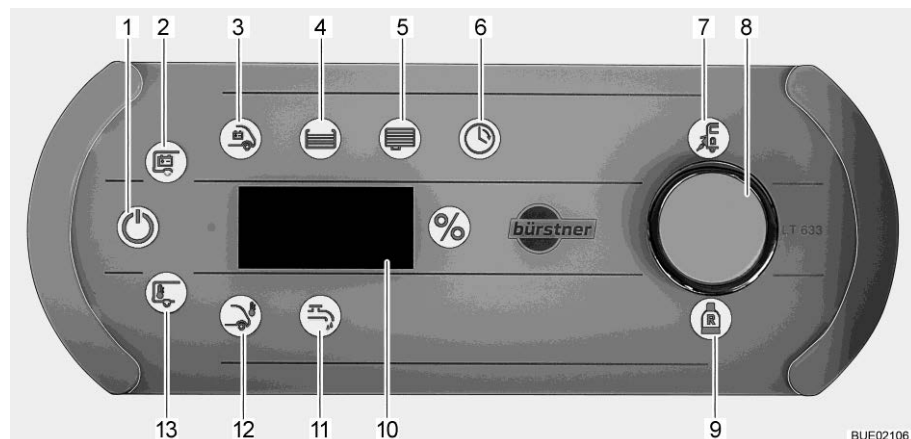

Fig. 184 Pannello di controllo LT 633
Il simbolo controllo di rete (Fig. 184,7) è acceso quando il veicolo è alimentato con tensione di rete a 230 V. Le batterie vengono caricate.
- Premere brevemente il pulsante a rotazione (Fig. 184,8). Il simbolo 12 V ON (Fig. 184,1) si accende. Se i simboli 12 V ON e batteria dell'abitacolo (Fig. 184,2) lampeggiano tre volte, l'alimentazione di tensione è disattivata.
- Premere il pulsante a rotazione (Fig. 184,8) e tenerlo premuto per ca. 5 secondi. Il simbolo batteria dell'abitacolo (Fig. 184,2) lampeggia e sull'indicatore (Fig. 184,10) viene visualizzato "On".
- Rilasciare il pulsante a rotazione. Il simbolo 12 V ON (Fig. 184,1) si accende. L'alimentazione di tensione è inserita.
- Ruotare il pulsante a rotazione, finché non si accende il simbolo pompa dell'acqua (Fig. 184,11). Sull'indicatore compare lo stato di commutazione attuale ("On" oppure "OFF").
Se la pompa dell'acqua è inserita, si accende il simbolo pompa dell'acqua (Fig. 184,11).
- Ruotare il pulsante a rotazione, finché non si accende il simbolo batteria dell'abitacolo (Fig. 184,2). La tensione della batteria dell'abitacolo viene visualizzata sull'indicatore per ca. 20 secondi (p. es. "13,8U" per 13,8 Volt).
- Ruotare il pulsante a rotazione, finché non si accende il simbolo batteria di avviamento (Fig. 184,3). La tensione della batteria di avviamento viene visualizzata sull'indicatore per ca. 20 secondi.
- Ruotare il pulsante a rotazione, finché non si accende il simbolo serbatoio dell'acqua (Fig. 184,4). Si accende il simbolo "%". Il livello del serbatoio dell'acqua viene visualizzato sull'indicatore per ca. 20 secondi.
- Ruotare il pulsante a rotazione, finché non si accende il simbolo serbatoio delle acque grigie (Fig. 184,5). Si accende il simbolo "%". Il livello del serbatoio delle acque grigie viene visualizzato sull'indicatore per ca. 20 secondi.
Il simbolo bombola del gas di riserva (Fig. 184,9) è acceso quando viene utilizzata la bombola del gas di riserva.
- Ruotare il pulsante a rotazione, finché non si accende il simbolo temperatura interna (Fig. 184,13) o temperatura esterna (Fig. 184,12). Sull'indicatore viene indicata la temperatura selezionata.
- Ruotare il pulsante a rotazione, finché non si accende il simbolo orologio (Fig. 184,6).